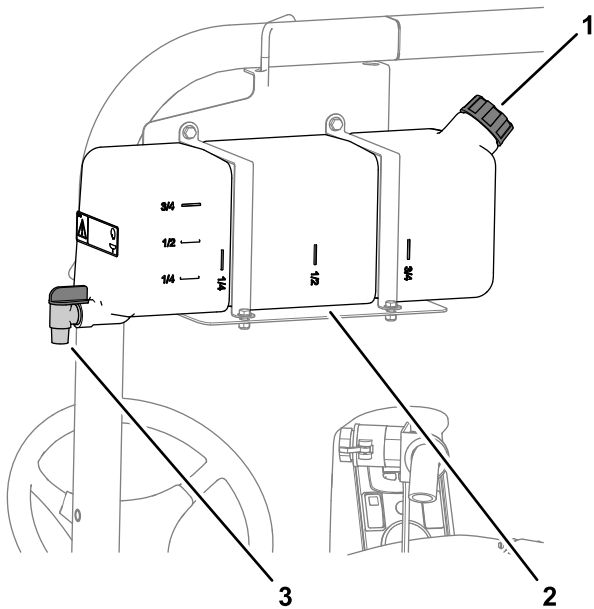

图19
- 若要为水箱加水，请旋开水箱顶部的盖子，然后向水箱中注入清水，然后再盖上盖子（图19）。
- 若要打开清水箱龙头，请转动龙头上的阀柄（图19）。